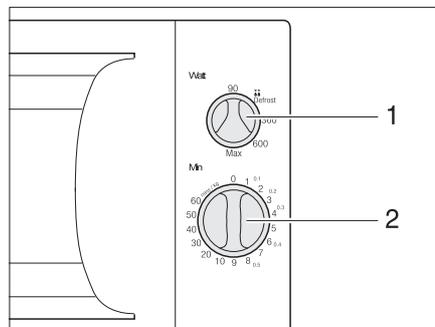

Bild 219 Bedienelemente für Mikrowellengerät
- Am Drehregler (Bild 219,1) Leistung wählen.
- Am Drehregler (Bild 219,2) Garzeit wählen. Der Garvorgang beginnt.